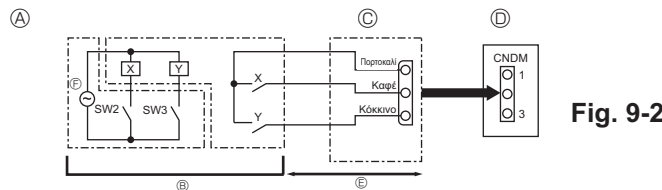

Fig. 9-2
9.2. Λειτουργία ρύθμισης (επιπότου τροποποίηση) (Fig. 9-2)